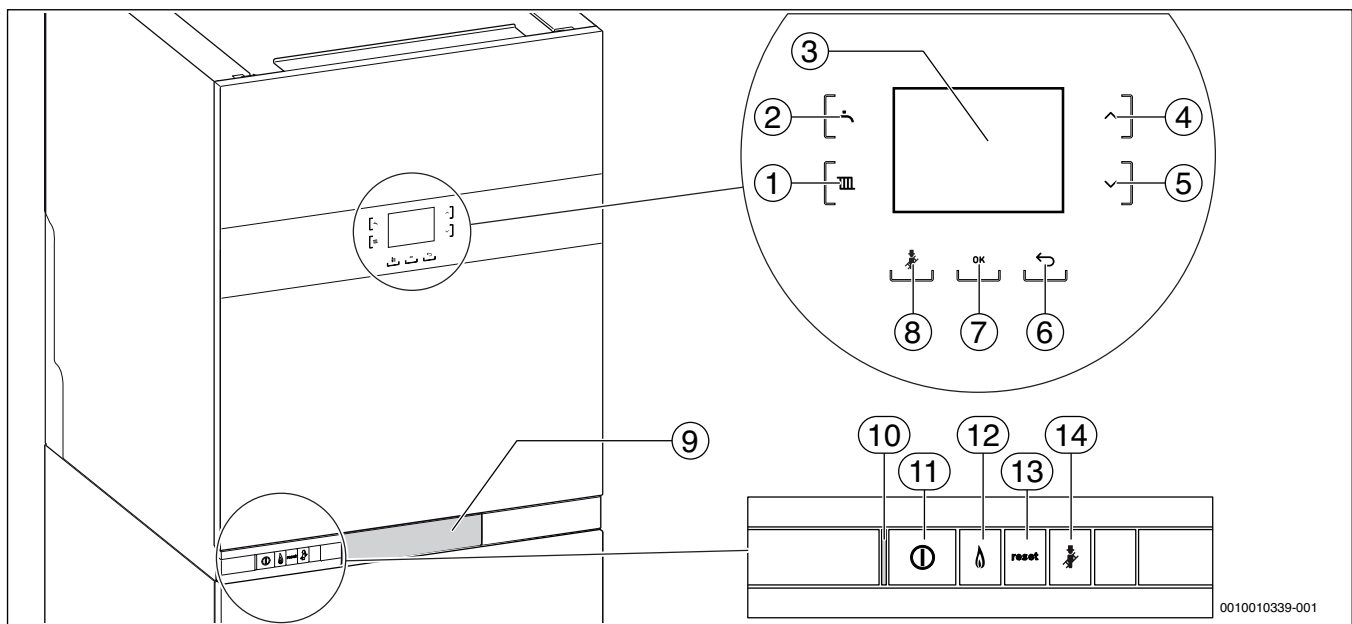

Bild 1 Übersicht der Bedienelemente
Diese Bedienungsanleitung beschreibt die Bedienung des Gas-Brennwertgeräts. Abhängig von der verwendeten Bedieneinheit (im Gerät eingebaut → Bild 1, oder extern montiert) kann die Bedienung mancher Funktionen von dieser Beschreibung abweichen. Beachten Sie daher auch die Bedienungsanleitung der Bedieneinheit.
- ▶ Gerät an der Taste ① (→ Bild 1) einschalten.
- ▶ Gerät an der Taste ① (→ Bild 1) ausschalten.